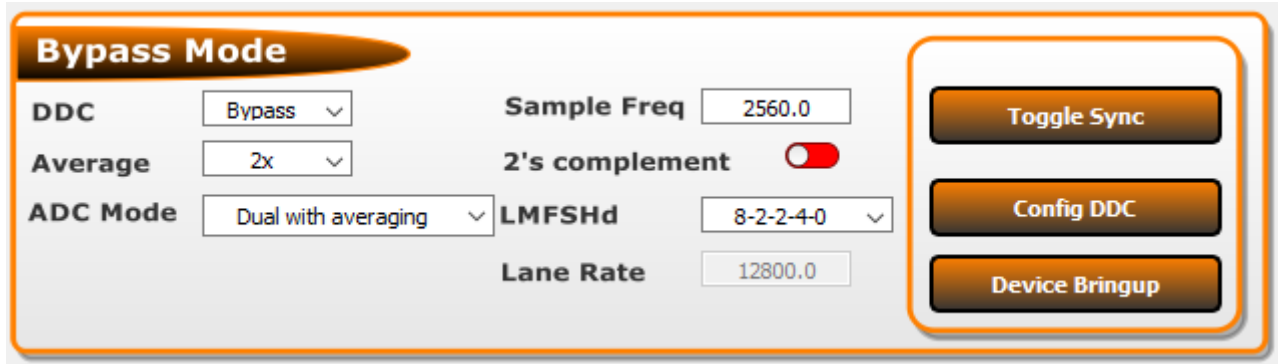

图 3-4. 旁路模式设置
1. 在 GUI 的旁路模式下，确保设置与 图 3-4 中所示的设置匹配。